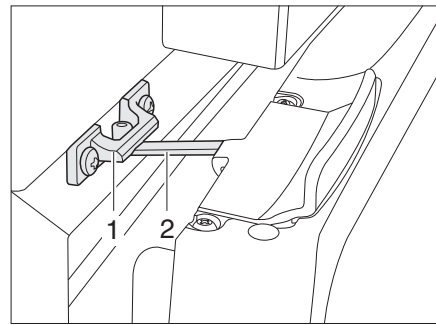

Bild 134 Kylskåpsdörr i ventilationsläge (Thetford)
■ För upp låset (Bild 134,2) och haka fast det i låsfästet (Bild 134,1). Därvid stannar kylskåpsdörren i öppet läge.